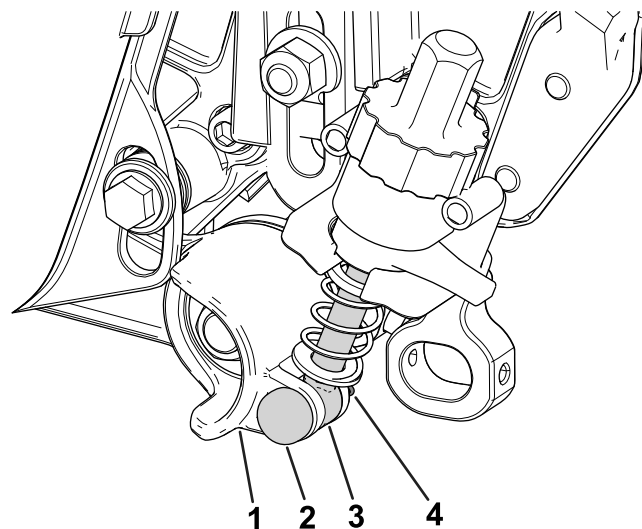

Рисунок 13
4. Установите шток рычага регулятора в сборе рядом с втулкой регулятора на натяжной ролик в сборе и прикрепите его к втулке при помощи штифта регулятора и шплинта (Рисунок 13).